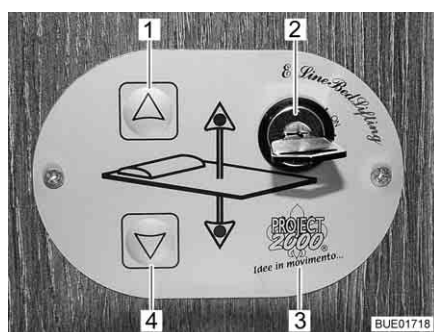
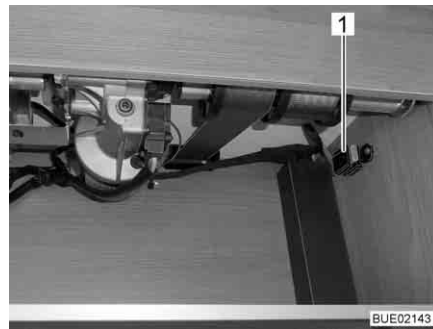

Fig. 134 Elemento di regolazione
Fig. 137 Fusibile
È possibile abbassare o alzare il letto basculante tramite i tasti (Fig. 134,1 e 4) presenti sull'elemento di regolazione (Fig. 134,3). L'elemento di regolazione viene bloccato tramite l'interruttore a chiave (Fig. 134,2) per evitarne l'utilizzo accidentale.
- Ruotare la chiave dell'interruttore a chiave (Fig. 134,2) di 90° in senso orario. L'elemento di regolazione (Fig. 134,3) è attivato.
- Premere il tasto freccia (Fig. 134,4) e tenerlo premuto fino a quando il letto basculante raggiunge la posizione desiderata in basso.
- Premere il tasto freccia (Fig. 134,1) e tenerlo premuto fino a quando il letto basculante raggiunge la posizione finale in alto.
Se non si riesce più a spostare il letto basculante con i tasti freccia (Fig. 134,1 e 4), controllare per prima cosa il fusibile nell'armadietto pensile posteriore (Fig. 137,1). Se il fusibile è a posto e ciononostante non si riesce a spostare il letto basculante, è possibile muoverlo manualmente.